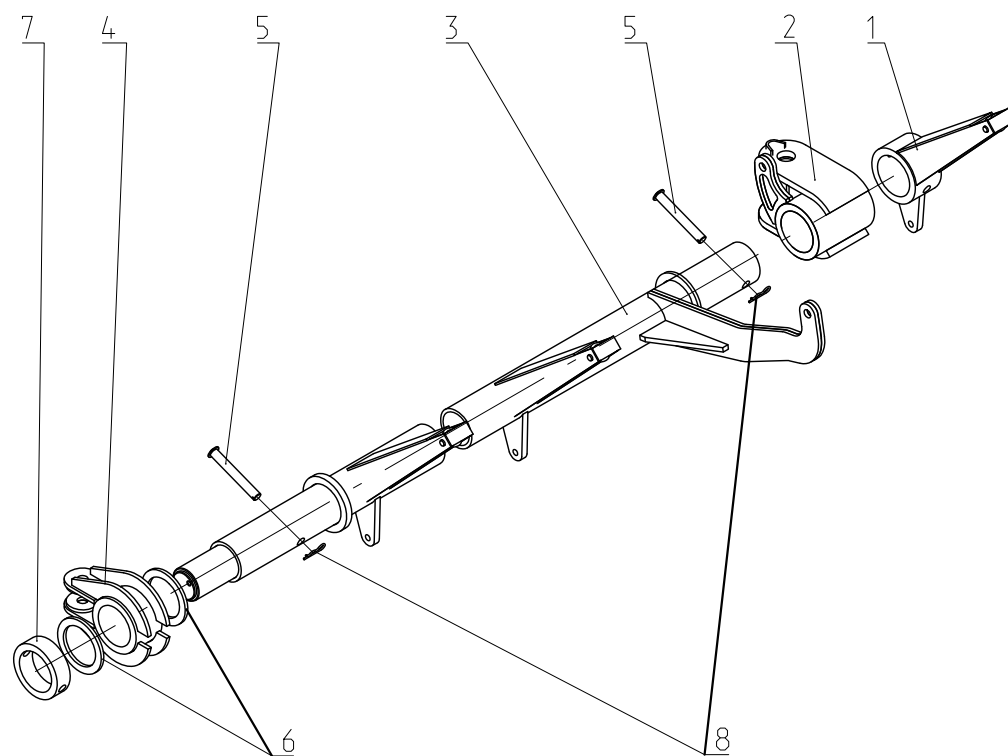
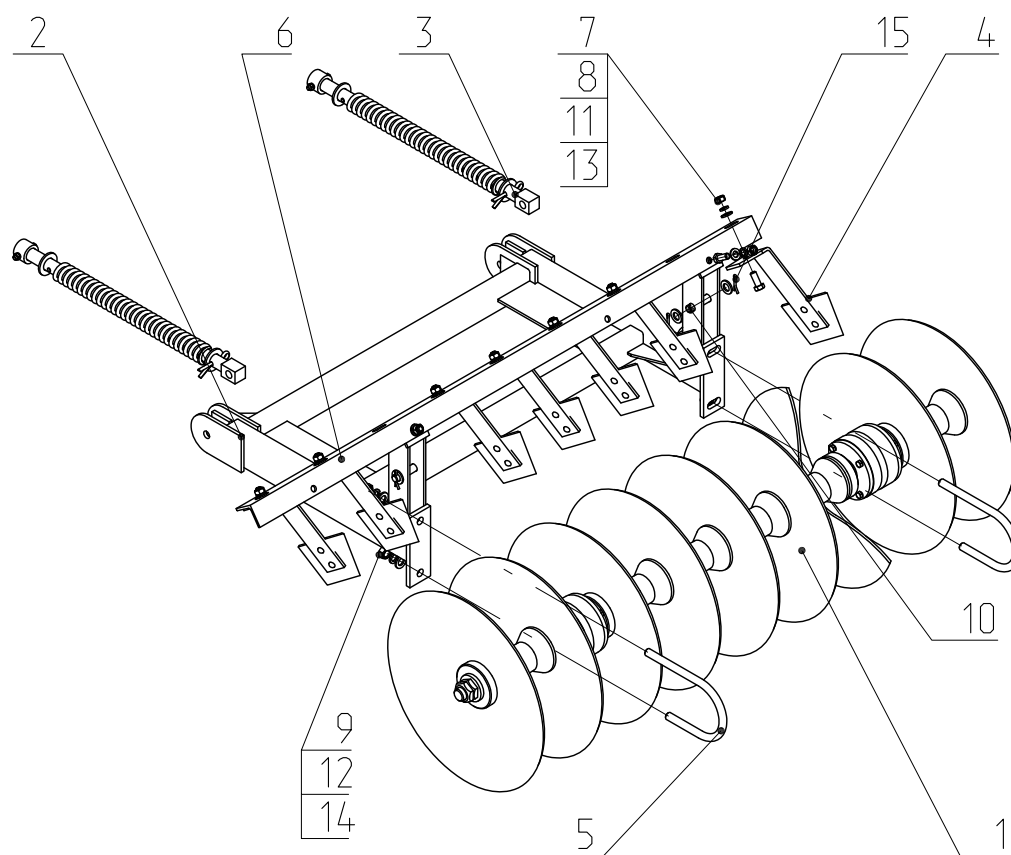

Рис.7. ЛДГ 01.030-01 Брус левый.
Рис.9 ЛДГ 02.010-01 Секция левая в сборе.
3.1. Сница в сборе (Рис.7) предназначена для присоединения луцильника к трактору. Сница в сборе состоит из сницы 1, на которую крепятся цепь страховая 2, кронштейн 3, серьга 5, опора стояночная 4, чистик 6, подкладки под колеса 7, а также прижим 9, при помощи которого к снице крепится мост и прижим 10, при помощи которого, к снице крепится секция центральная в сборе.
3.5. Брус левый (Рис.7) предназначен для навешивания секций батарей (Рис.9) и перевода их в рабочее положение из транспортного и обратно. Брус левый правым концом присоединяется к снице, а левым к колесной паре.
3.6.Секция левая в сборе (Рис.9) состоит из батареи 1, которая является основным рабочим органом, рамки 2, к которой прикручиваются уголок 6 с чистиками 4 и батарея.